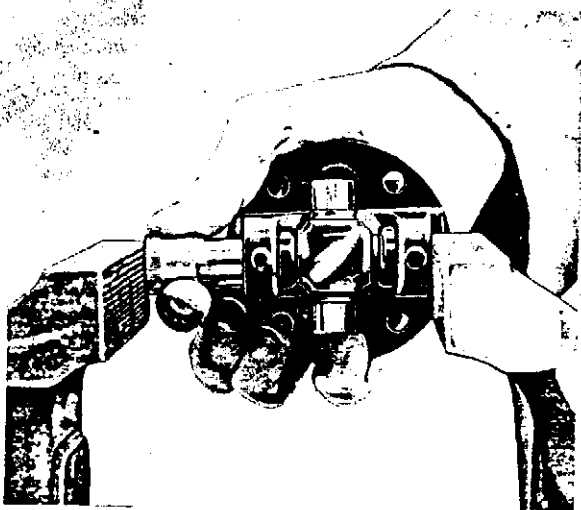

Abb. 16 Vorschub des Nadellagers mittels Steckhülse
4. Eine Steckhülse passender Größe zwischen Schraubstockbacke und Lagerkäfig einspannen (Abb. 16) und das Lager mit dem Schraubstock weiter nach innen pressen, bis dieses die Nut für den Sicherungsring überfährt. Seegerring einsetzen.